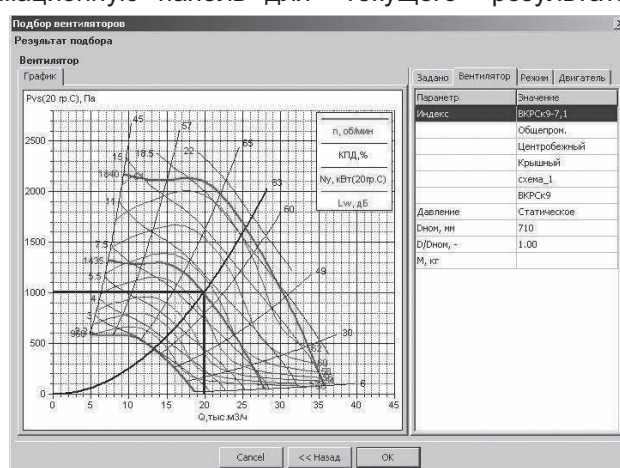

Рис. 10
**5 Диалоговое окно подбора вентиляторов** представляет процесс подбора вентиляторов в виде следующих основных этапов: первый этап - ввод исходных данных (Рис.8); второй этап - просмотр списка вентиляторов, удовлетворяющих условиям подбора, и выбор варианта решения (Рис.9); третий этап - просмотр полных данных по результатам расчета (Рис.10). За каждый этап отвечает самостоятельная диалоговая панель, смена этапов осуществляется нажатием кнопок «Далее» и «Назад». Если на последнем этапе диалог закончен нажатием кнопки «ОК», вариант подбора попадает в список выполненных расчетов.